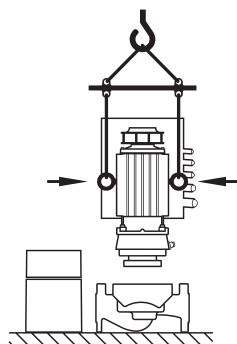

Fig. 25: 모터 임펠러 유닛의 운반
- 모터 플랜지의 운반 고리의 위치를 변경하거나 위치가 변경되어 모터 하우징에 설치되는 경우, 이 운반 고리를 사용해서는 모터 임펠러 유닛(Fig. 25)을 걸거나 운반할 수만 있습니다. 전체 펌프를 운반하거나 펌프 하우징에서 모터 임펠러 유닛을 분해하는 것은 적합하지 않습니다(이전 분리 작업 및 이후 스페이스 홀더 설치 작업에 유의하십시오).